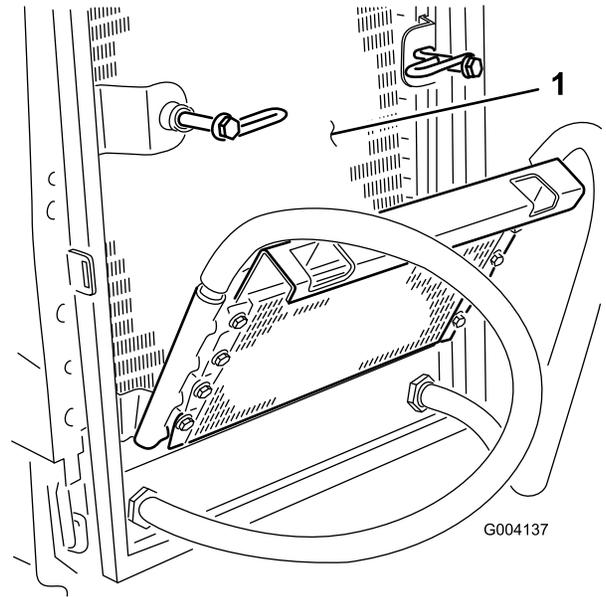

图 107
8. 用压缩空气彻底清洁油冷却器和散热器（图 107）两侧。